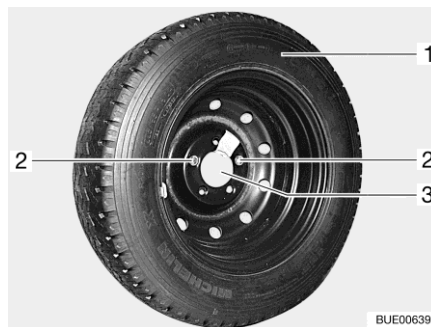

Fig. 305 Soporte para rueda de repuesto en el garaje trasero
- Aflojar los dos tornillos de fijación (Fig. 305,2) con las herramientas de a bordo y extraerlos.
- Retirar la rueda de repuesto (Fig. 305,1) del soporte (Fig. 305,3).